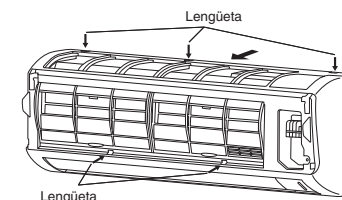

Fig. 3-42
- (3) Presione las 3 lengüetas ubicadas en la parte superior de la rejilla y las 3 lengüetas de la parte delantera para separar la rejilla del bastidor. (Fig. 3-42)